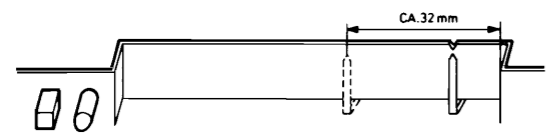

Fig. 4
- 6 Check the position of the hand, see Fig. 4, turn to position indicated.
- 6 Controleer de wijzerstand, zie Fig. 4. Verdraai tot de aangegeven wijzerstand.
- 6 Zeigerstand kontrollieren. Abstimmknopf drehen bis zur Stellung, angegeben in Abb. 4.
- 6 Vérifier la position de l'index, voir Fig. 4. Tourner jusqu'à la position indiquée.
- 6 Verificare le posizioni dell'indice, vedere Fig.4. Girare fino alla posizione indicata.